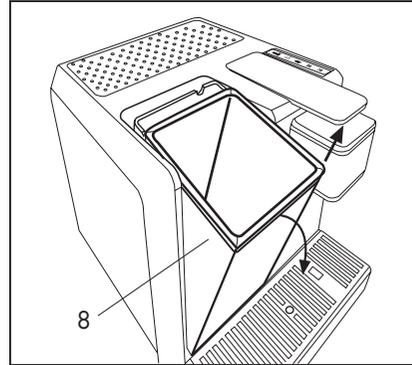

Fig. 1
• Extraire le réservoir (8) en le tournant vers l'extérieur et le soulevant vers le haut. (Fig. 1)
(Fig. 1)